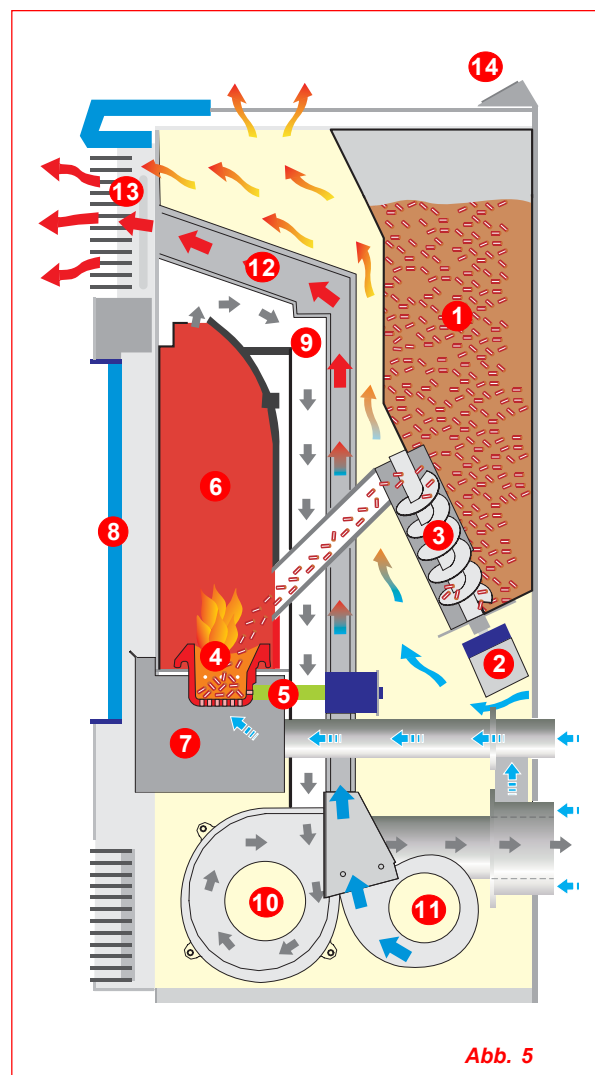

Abb. 5
7.1 – Beschreibung der wichtigsten Komponenten (Abb. 5).